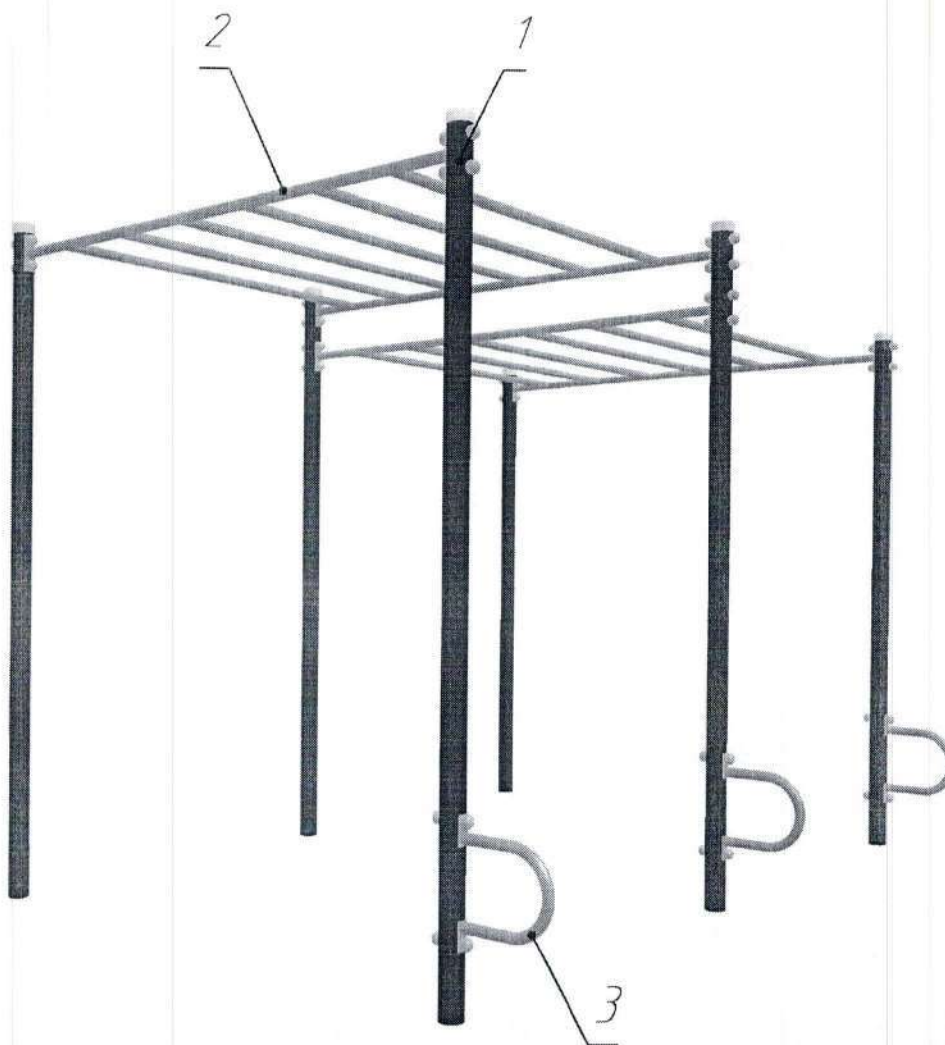

Рис.1 Общий вид Рукохода двойного РТР 729А
4.1. Рукоход двойной РТР 729А (см. рис.1) состоит из шести столбов 1, на которых на разных уровнях закреплены два рукохода 2, а также три подножки 3.